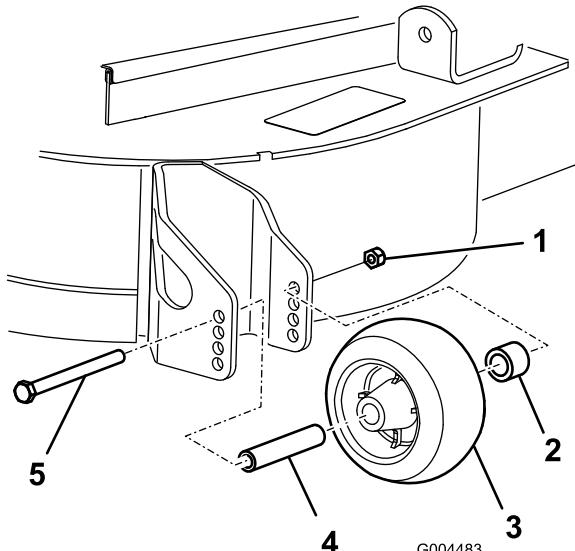

Figura 22
3. Despues de ajustar la altura de corte, ajuste los rodillos retirando la tuerca con arandela prensada, el casquillo, el espaciador y el perno (Figura 22).
Nota: Apriete a 54–61 Nm (Figura 22).